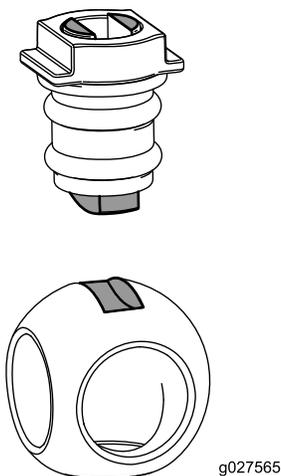

Figura 74
6. Inserite la sfera sul corpo della valvola (Figura 74).
Nota: Lo stelo della valvola deve inserirsi nella scanalatura di trasmissione della sfera. Se lo stelo della valvola non si inserisce, regolate la posizione della sfera (Figura 74).